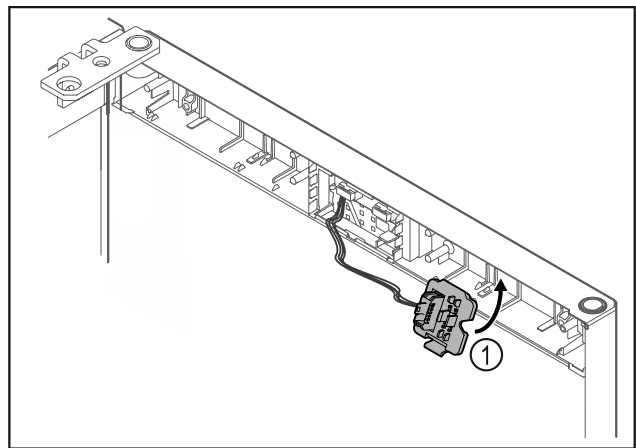

Fig. 17
- ▶ Pattintsa be a dugófoglalatot Fig. 17 (1) az ellenkező oldalon.